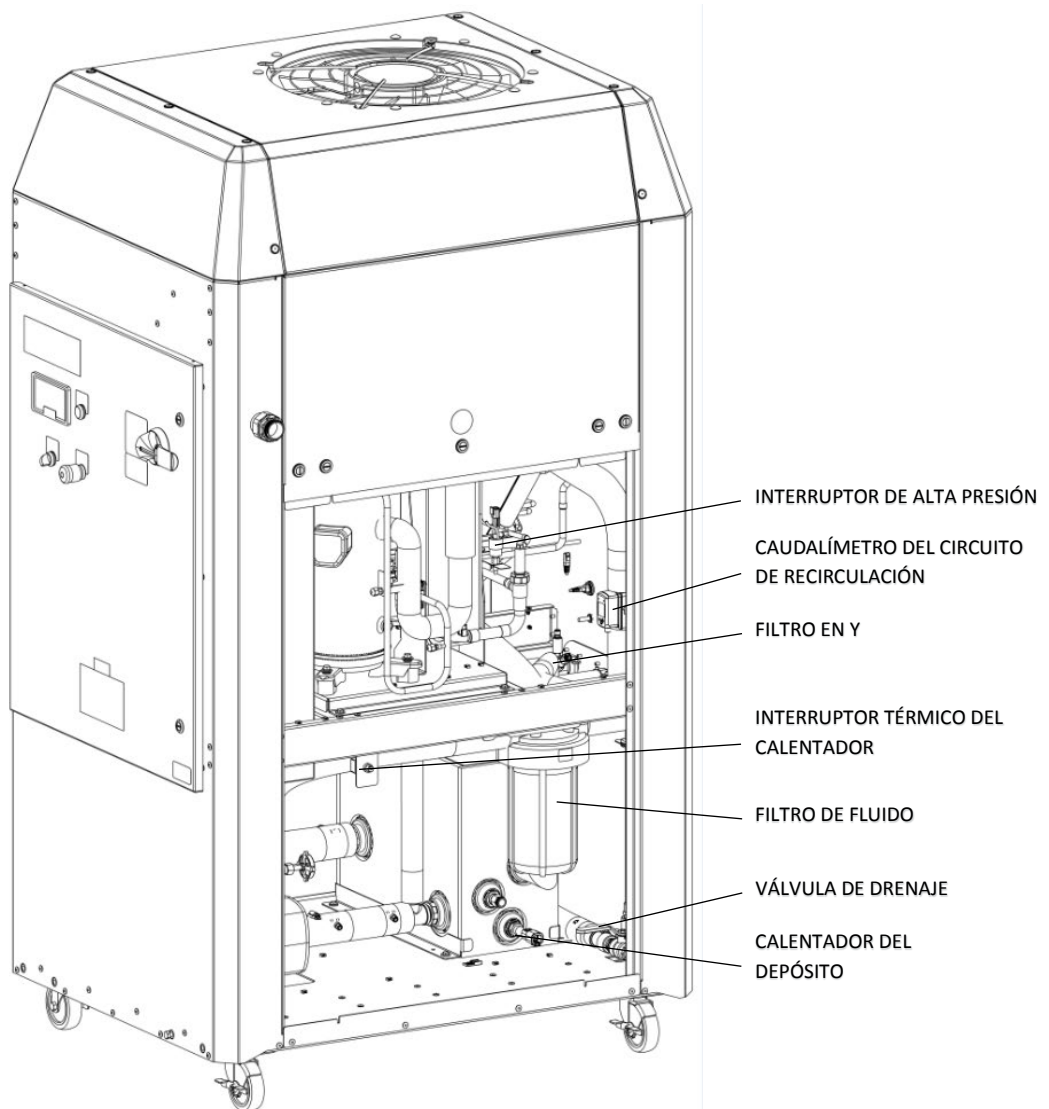
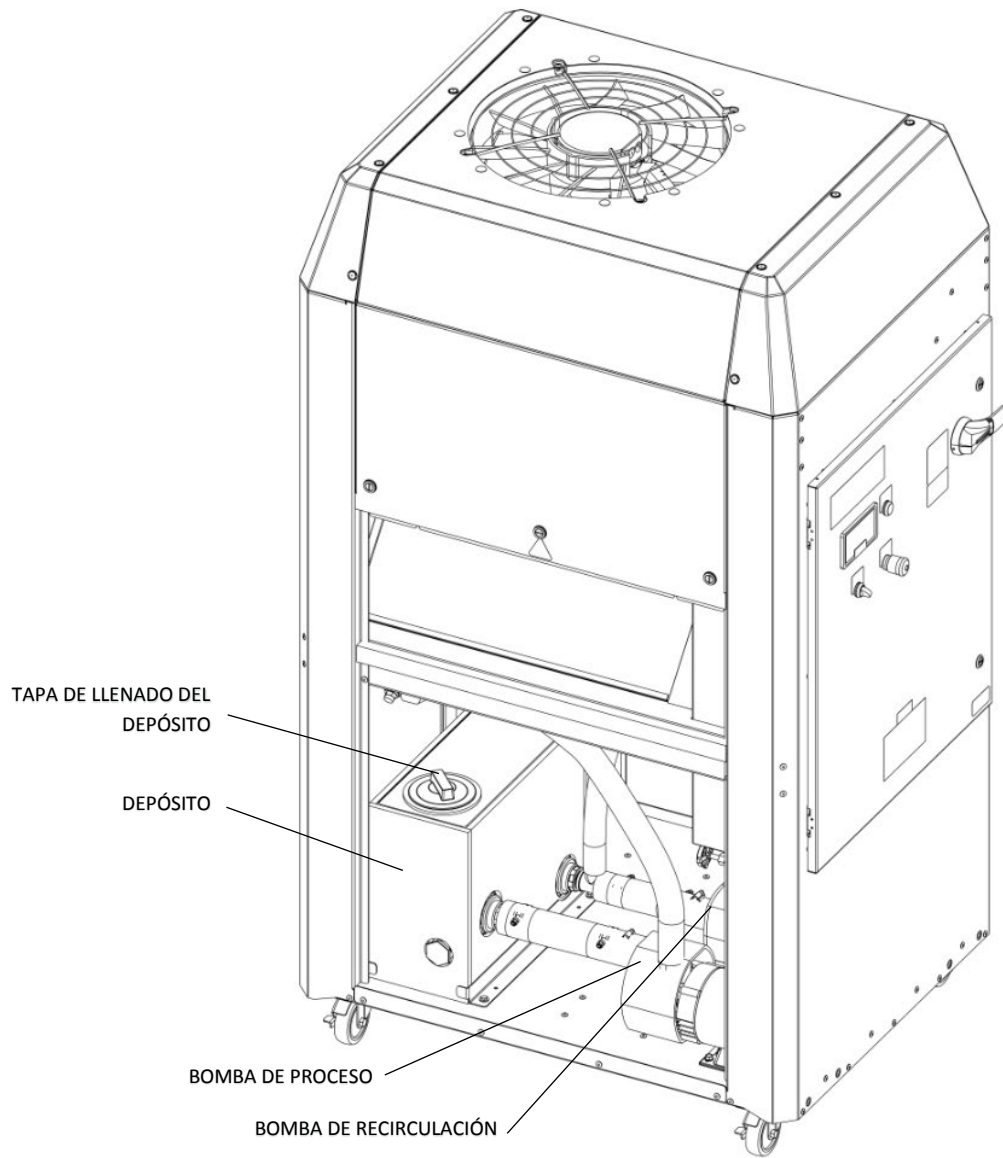

Figura 41: Componentes internos del enfriador (lado del filtro de aire/entrada de aire)
Figura 42: Componentes internos del enfriador (lado del panel)
3. la Figura 41).
La acumulación excesiva de suciedad, aceite u otros residuos en la bobina del condensador y en los filtros de entrada de aire provocará una reducción de los caudales de aire para la disipación de calor, lo que reducirá las capacidades de refrigeración. Asegúrese de que las aletas de la bobina del condensador estén limpias y sin daños. Use aire comprimido a no más de 30 psi (2,0 bar) para hacer pasar aire por la bobina del condensador y los filtros de entrada de aire en la dirección opuesta al flujo de aire normal. Para la bobina del condensador, el aire de limpieza debe entrar por el lado de descarga y salir por el lado de entrada (consulte la Figura 41 y la Figura 42). Los filtros de entrada de aire muestran la dirección de limpieza e instalación. Si los filtros de aire no pueden limpiarse, deben sustituirse. Póngase en contacto con la fábrica para obtener piezas de repuesto si es necesario.
Inspeccione el filtro de partículas para determinar si hay que sustituirlo. Consulte la Figura 41 para ver la ubicación. El colector del filtro de partículas se puede quitar y reinstalar usando la llave de filtro incluida (normalmente va guardada en el bolsillo interior de la puerta de la caja eléctrica cuando se envía). Después de la inspección o sustitución, vuelva a instalar el filtro y el colector de manera correcta y segura con la llave para evitar fugas. Póngase en contacto con la fábrica para obtener piezas de repuesto si es necesario.
Inspeccione la pantalla del filtro en Y semanalmente para determinar si hay que limpiarlo o sustituirlo. Consulte la Figura 41 para ver la ubicación. Retire la tapa del filtro en Y para acceder a la pantalla. Después de la inspección, limpieza o sustitución, vuelva a instalar la pantalla y el ajústela correctamente y de manera segura para evitar fugas. Si la pantalla no se puede limpiar, debe ser sustituida. Póngase en contacto con la fábrica para obtener piezas de repuesto si es necesario.
Acceda al refrigerante que hay en el depósito a través de la tapa de acceso (consulte la Figura 42). Si hay residuos en el refrigerante, lo más probable es que el filtro de partículas esté obstruido (consulte el artículo 2 para inspeccionar y reemplazar el filtro de partículas). Si hay algas o bacterias en el depósito, el sistema debe drenarse y el refrigerante debe reemplazarse. Póngase en contacto con la fábrica para obtener recomendaciones sobre este procedimiento.
3. Localice el filtro de partículas, consulte la Figura 41.